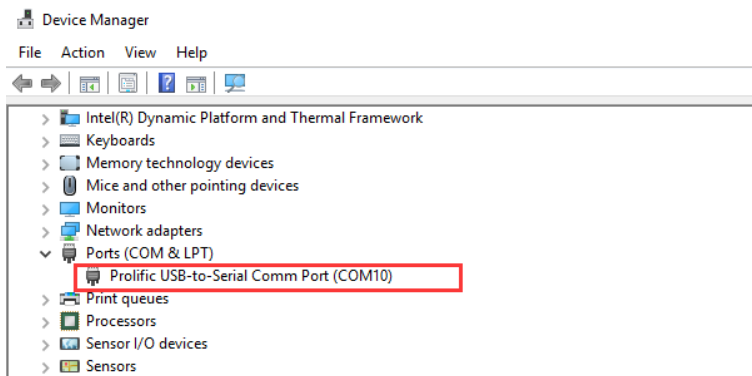

图 3.2. LEDCube 驱动安装完成
- 安装 *Prerequisites\Drivers* 文件夹下的驱动程序 USBDriverInstaller.exe，此程序适用于 Windows Vista/7/Windows8/8.1/10。安装完成后，打开设备管理器，如 Ports (COM & LPT) 项下的项目黄色警示符消失，则说明安装成功，见图 3.2。